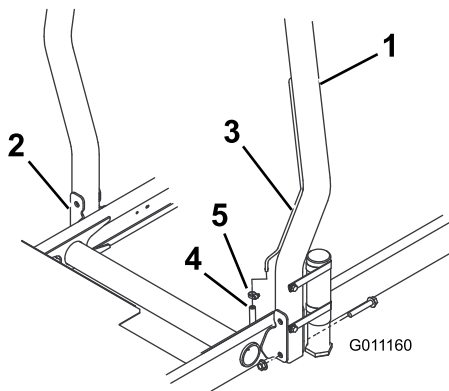

Bild 12
Überrollbügel an der linken Seite der Maschine ist (Bild 12).
- Befestigen Sie jede Seite des Überrollbügels mit zwei Bundkopfschrauben und Sicherungsmuttern an den Befestigungshalterungen (Bild 12). Ziehen Sie sie auf 81 Nm an.